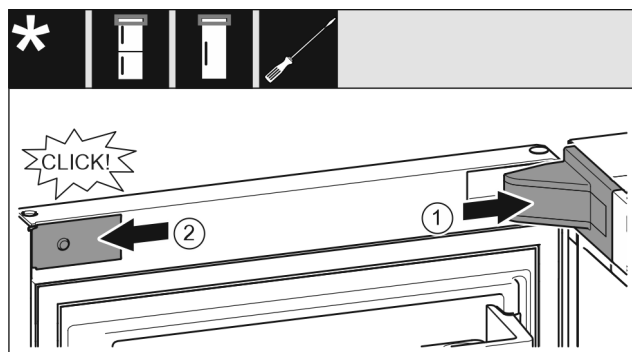

Fig. 25
- Встановіть та зафіксуйте кришку опорного кронштейна Fig. 25 (1), у разі необхідності – обережно розтисніть.
- Встановіть збоку і зафіксуйте накладку Fig. 25 (2).